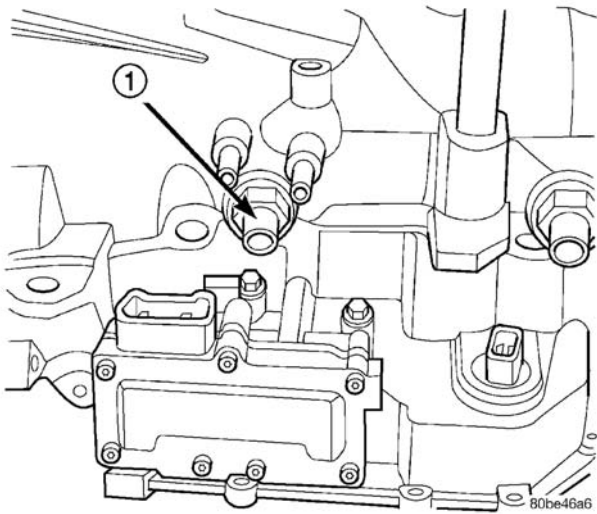

图 314 输入速度传感器
- （5）拆下输入速度传感器（图 314）。
（3）安装输入速度传感器（图 314）并拧紧至 $27\text{N} \cdot \text{m}$ （ 20ft. lbs. ）的扭矩。